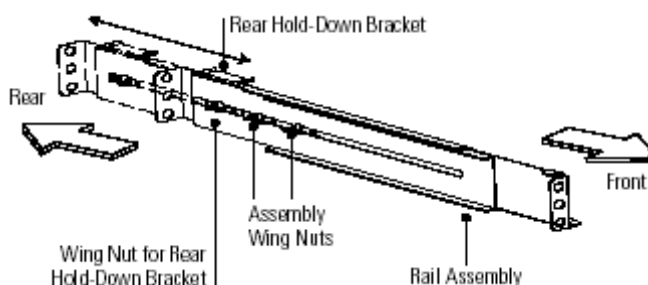

Рисунок 3. Регулировка глубины рейки
3. Ослабьте гайки-барашки на обеих монтажных рейках и отрегулируйте длину рейки по глубине Вашей стойки (см. рис. 3).